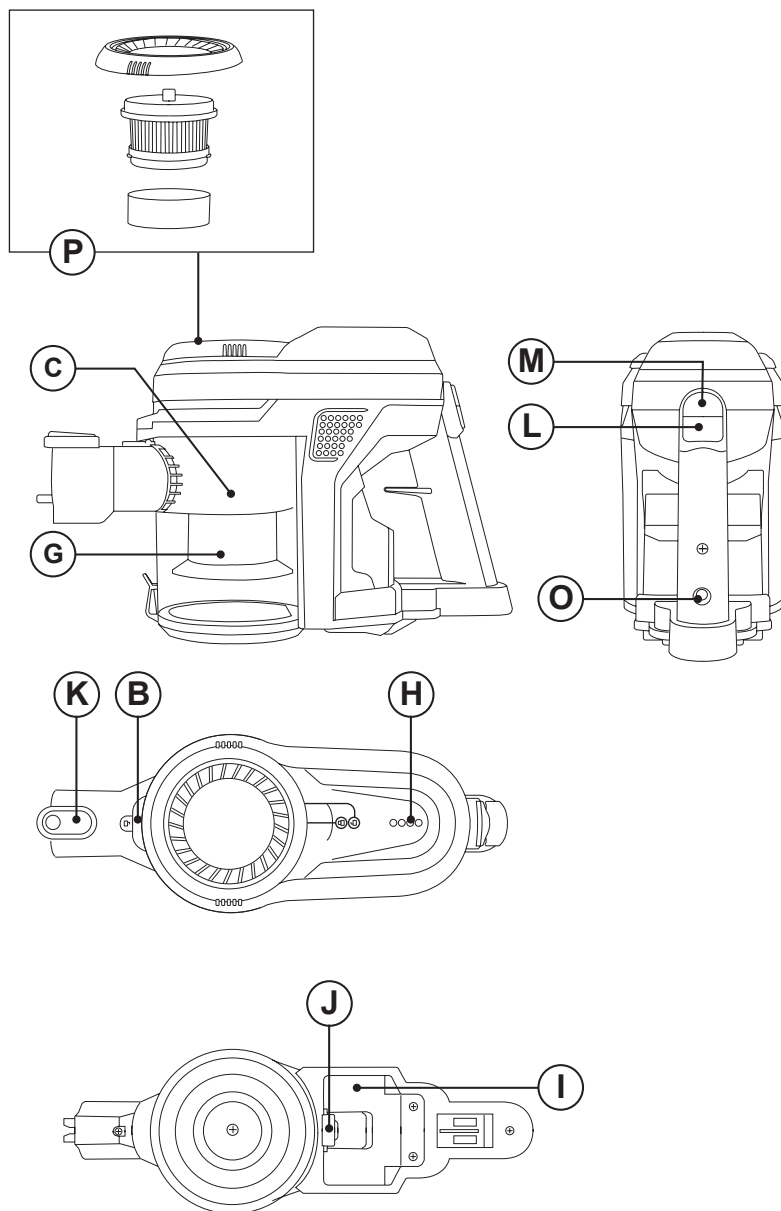

Fig.1
- Conectar la batería/s en su alojamiento, respetando la polaridad indicada (Fig.1)